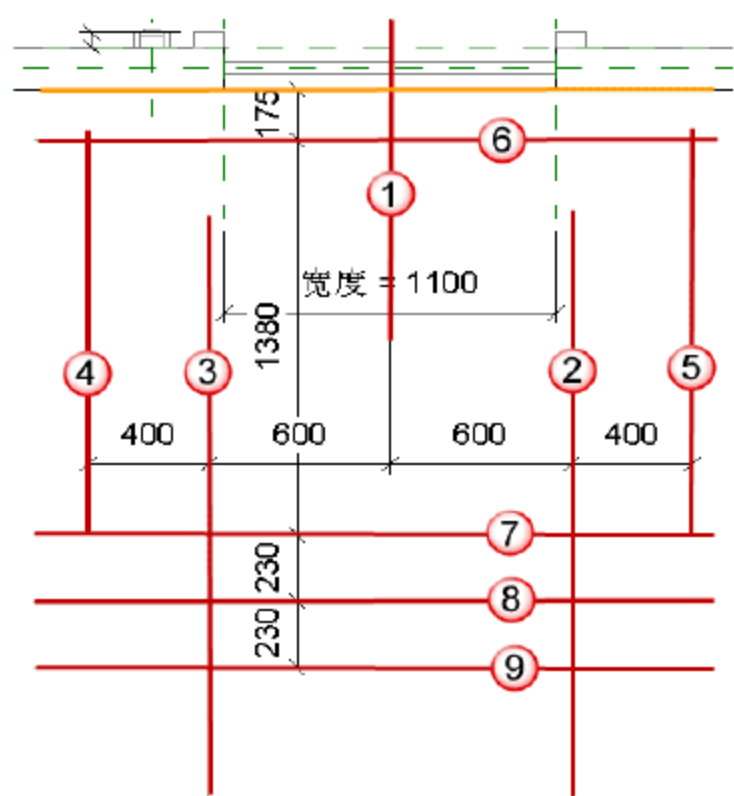

图 8.4.35 绘制电梯平面图辅助线
(10) 绘制电梯平面图辅助线。按快捷键 R+P，绘制一条位于电梯门正中间的辅助线
即①。以①为中心绘制其他的纵向辅助线，选中①按快捷键 **C+O** 按照图 8.4.35 所给出的间隔标注以①为原型分别复制出其他②~⑤纵向线。然后在墙内侧边线上绘制出一条辅助线，按快捷键 **M+V** 将其移动至⑥，再按快捷键 **C+O** 按照图 8.4.35 所给的间隔标注以⑥为原型分别复制出其他⑦~⑨横向线。